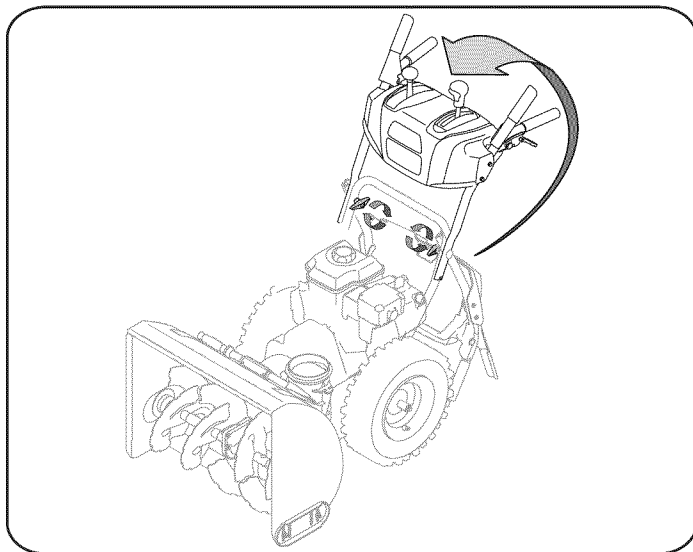

Figura 1
- a. Coloque la palanca de cambios en la posición de avance (F) 6.
- b. Tire hacia arriba y hacia atrás de la manija superior, tal y como se muestra en la figura 1. Cuando usted levanta el mango hacia arriba, asegúrese que ambos finales del cable de centro son colocados correctamente en los soportes. Alinee la manija superior con la manija inferior.
3. Sitúe control del canal en una posición centrada. Vea la figura 1.